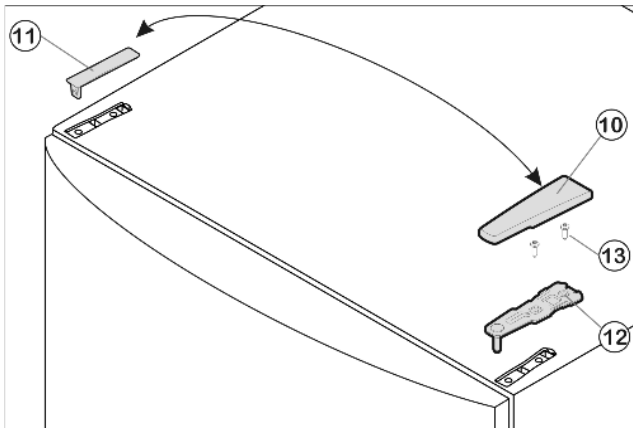

Fig. 4
- ▶ Стяните крышку Fig. 4 (10) вперёд и снимите крышку Fig. 4 (11).
- ▶ Открутите верхнюю опорную подставку Fig. 4 (12) (2 шт. Torx 25) Fig. 4 (13) и вытяните вверх.
- ▶ Установите дверь сверху на опорный палец (22).
- ▶ Установите верхний опорный кронштейн Fig. 4 (12) на новой стороне шарнира так, чтобы он защелкнулся в дверце.
- ▶ Прикрутите опорный кронштейн Fig. 4 (12) (2 шт. Torx 25) Fig. 4 (13). При необходимости просверлите отверстия или используйте аккумуляторную отвертку.
- ▶ Защёлкните крышку Fig. 4 (10) и крышку Fig. 4 (11) на противоположной стороне.